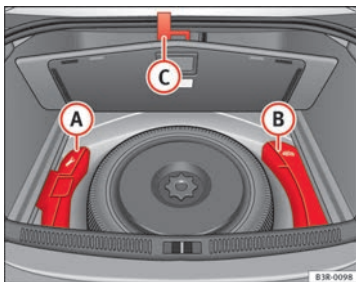

Abb. 176 Werkzeugbox und Wagenheber
Das Bordwerkzeug (A) und der Wagenheber (B) ⇒ Abb. 176 befinden sich unter der Ladebodenabdeckung im Gepäckraum.
- Haken Sie den Griff (C) an der Gepäckraumdichtung ein.